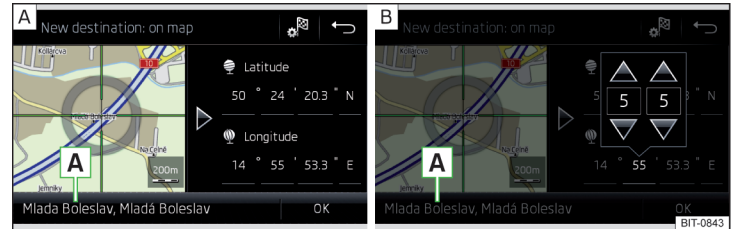

Abb. 212 Ziel eingeben: über den Kartenpunkt / mithilfe von GPS-Koordinaten
- ▶ Durch Bildschirmberührung das gewünschte Ziel in das Fadenkreuz verschieben » Abb. 212 - A.
- ▶ Die Werte der GPS-Koordinate nacheinander antippen und einstellen » Abb. 212 - B.
Sind in den Navigationsdaten des Infotainments Informationen zum eingegebenen Punkt verfügbar, dann werden diese statt der GPS-Koordinaten angezeigt (bspw. Adresse A » Abb. 212).